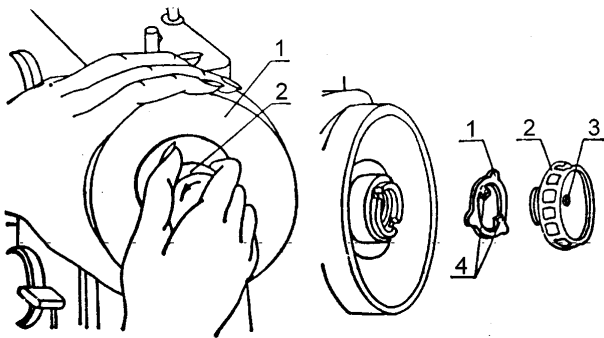

Рис.1
1.5. При снятии маховика и постановке его на место необходимо внимательно отнестись к постановке на место фрикционной шайбы 1 (рис.1). Эта шайба должна быть поставлена рождками 4 наружу так, чтобы при закреплении ее фрикционным винтом 2 при завернутом винте 3 она могла ослабляться для намотки ниток на шпульку. Если фрикционный винт не откручивается, то необходимо выкрутить винт 3, открутить фрикционный винт 2, шайбу 1 повернуть на 180° (пол-оборота) и снова все собрать.